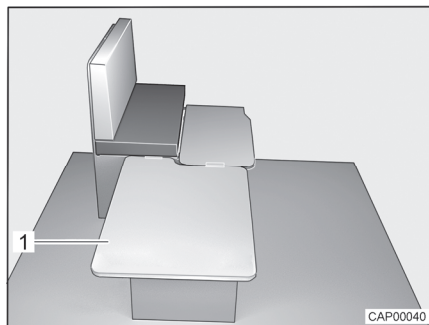

Bild 41 Während des Umbaus
- Einlegebrett (Bild 41,1) seitlich an der Sitzbank einhängen und auf den Tisch legen.